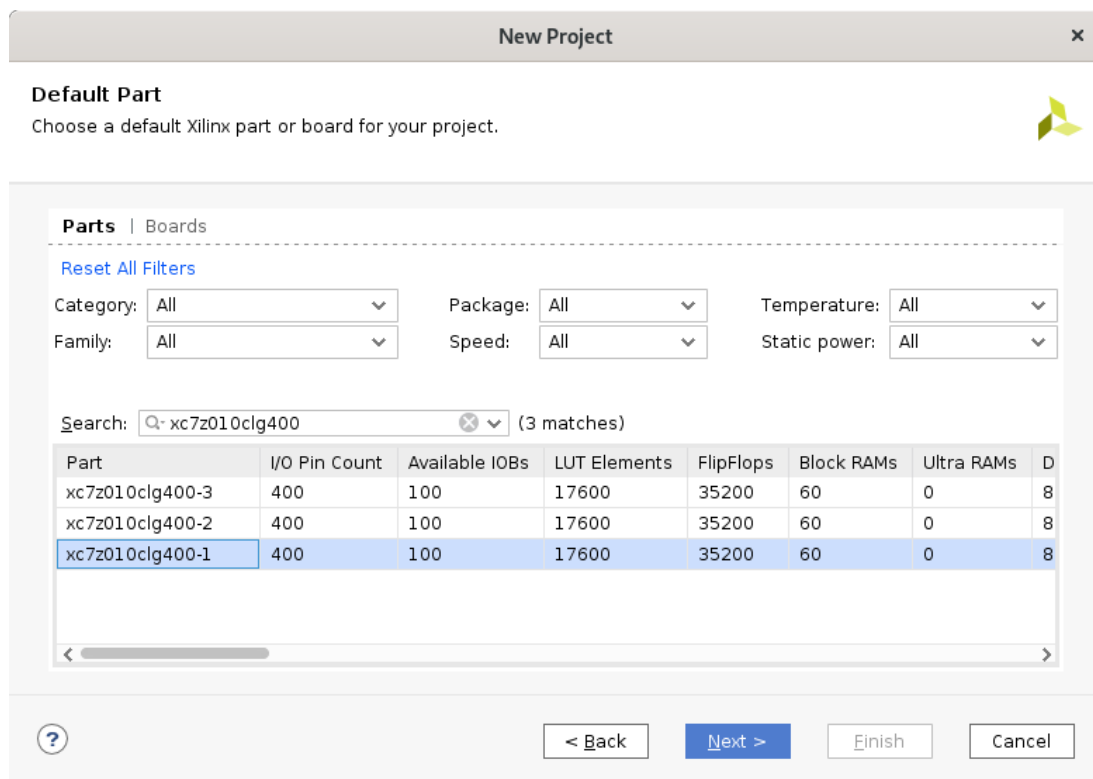

Figure 11 – Sélection du FPGA dans le projet Vivado
- Sélection du FPGA à utiliser (Figure 11) : Zybo `xc7z010clg400-1` ou `xc7z020-1clg400c` (modèle à voir sur votre carte).